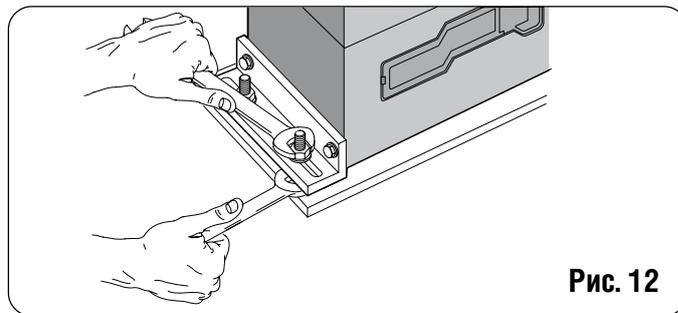

Рис. 12
5) Закрепить двигатель на плите гайками, как показано на рис. 12.